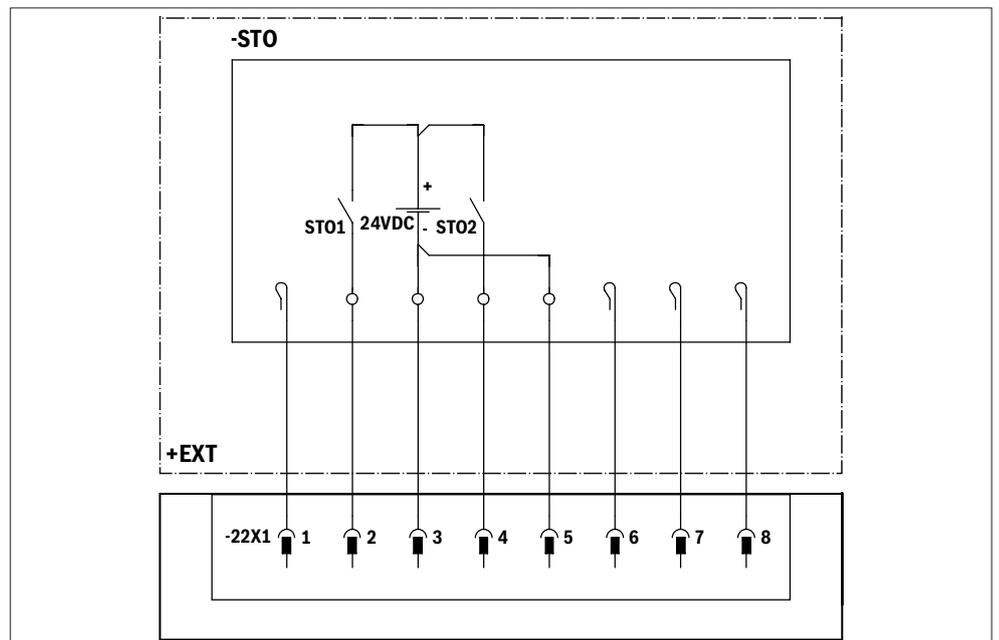

Abb. 18: Belegung Anschluss 22X1: STO-Schnittstelle
- Belegen Sie die Leitungsdose für die Sicherheitsfunktion „Safe Torque Off“ wie in Abb. 18 dargestellt.